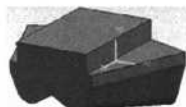

图9
(3) 冲头设计 冲头做成整体式, 上端的方形凸台与上模板 H7/r6 配合, 且由螺钉固定。如图9所示。MW